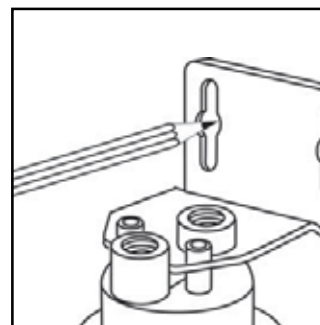

Figura 1
1. Coloque el filtro sujetándolo contra el lado derecho de la pared del gabinete debajo del fregadero. Deje un espacio de por lo menos 3" (7,6 cm) debajo del filtro para instalar el cartucho. Elija el lugar donde desea instalar el filtro y hacer la conexión de entrada. Acople el soporte de montaje a los salientes de montaje de la cabeza del filtro con los tornillos autorroscantes provistos. (Figura 1)